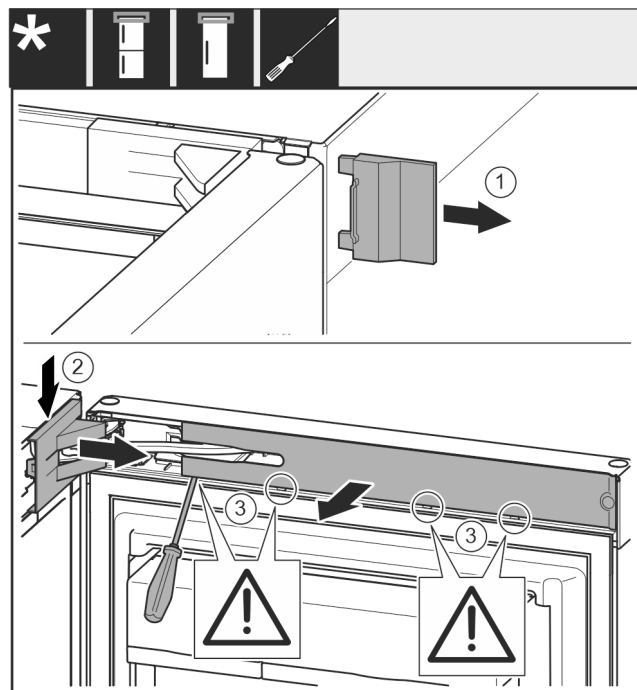

Fig. 8
- ▶ Sejměte kryt Fig. 8 (1).
- ▶ Odjistěte a uvolněte kryt stojanu ložiska Fig. 8 (2).
- ▶ Sejměte kryt stojanu ložiska Fig. 8 (2).
- ▶ Plochým šroubovákem vyjměte záslepku Fig. 8 (3) a otočte ji ke straně.